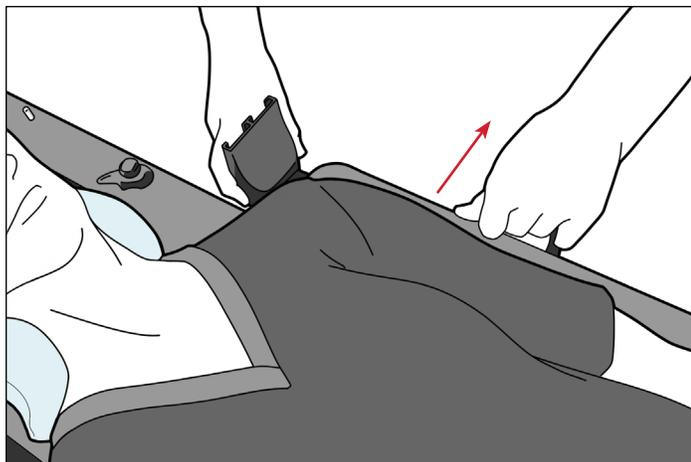

Abb. 5
1. Ziehen Sie am Griff (Abb. 5).